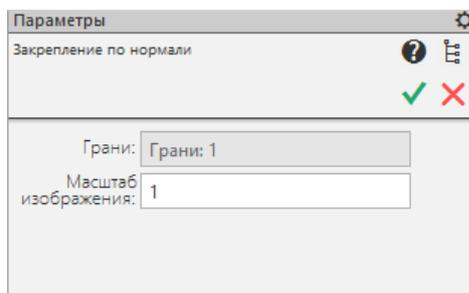

Рис. 3.19. Задание закрепления по нормали
**Закрепление по нормали** - выбрав данную команду, Вы сможете установить закрепление по нормали к поверхностям трехмерной модели. С помощью этого вида закреплений можно моделировать опоры типа подшипник (Рис. 3.19).